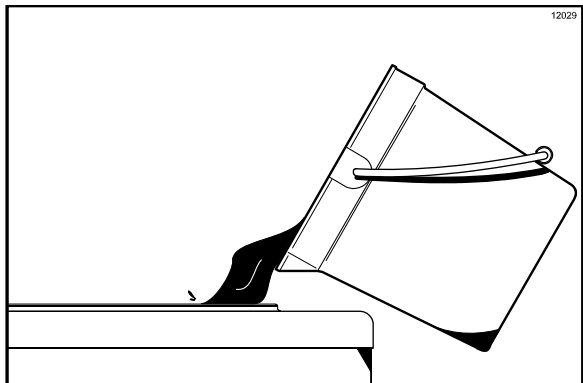

Рисунок 99
1. Налейте два галлона (7,6 литра) холодной, чистой воды в бачок для смеси молочных коктейлей. Используя белую щетку для бачка, проведите очистку бачка для смеси, датчиков уровня смеси и наружной части корпуса приводного вала перемешивателя. Используя двухстороннюю щетку, очистите этой щеткой входное отверстие смеси. (См. рис. 99)